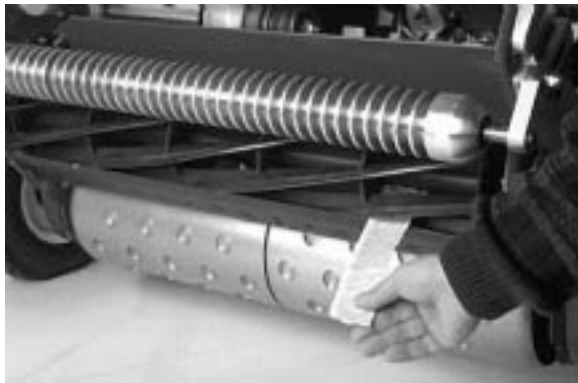

図 12
4. リール前面の左右いずれかの端を選び、リールと下刃の間に新聞紙片を差し入れる（図12）。リールをゆっくり前回転させながら下刃調整ネジを締め（新聞紙を入れた側の調整ネジを、1目盛りずつゆっくりと）下刃と平行に新聞紙を差し入れた時（リールの前から新聞紙が入ってくる時）にリールと下刃にかかるく挟まれる（手で引き抜ける程度）ように調整する（図12）。
6. 両側の調整ができたなら再確認を行う：紙片をリールの前から差し込んだ時には、はさむだけ、下から差し込むと切れるのが正しい調整である（図12）。リールと下刃のごくわずかの接触で紙が切れなければいけません。接触を強くしないと切れない（紙片を引き抜くのに0.7 N.m=0.08 kg.m以上の力が要る）場合には、バックラップか再研磨が必要である（Toro 研磨マニュアルを参照のこと。）